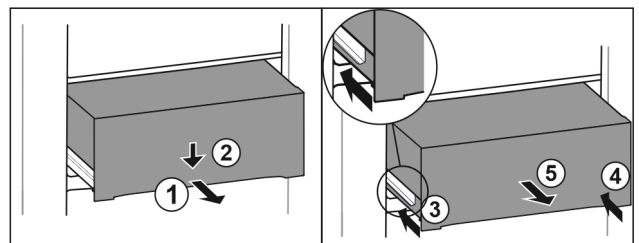

Fig. 140
- Schubfach halb herausziehen. Fig. 140 (1)
- Schubfach an der Vorderseite nach unten drücken. Fig. 140 (2)
- Linke Schiene etwa 2 cm (13/16 in) einschieben. Fig. 140 (3)
- Rechte Schiene etwa 2 cm (13/16 in) einschieben. Fig. 140 (4)
- Schubfach nach vorne entnehmen. Fig. 140 (5)